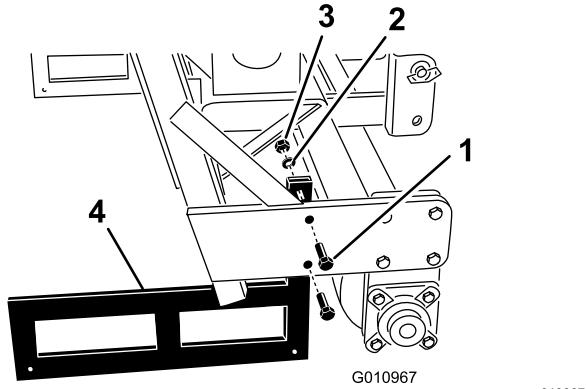

Bild 35
2. Entfernen Sie die Schrauben, Sicherungsscheiben und Muttern, mit denen die Sicherheitsständer an jedem Ende des Aerifizierers befestigt sind (Bild 35).